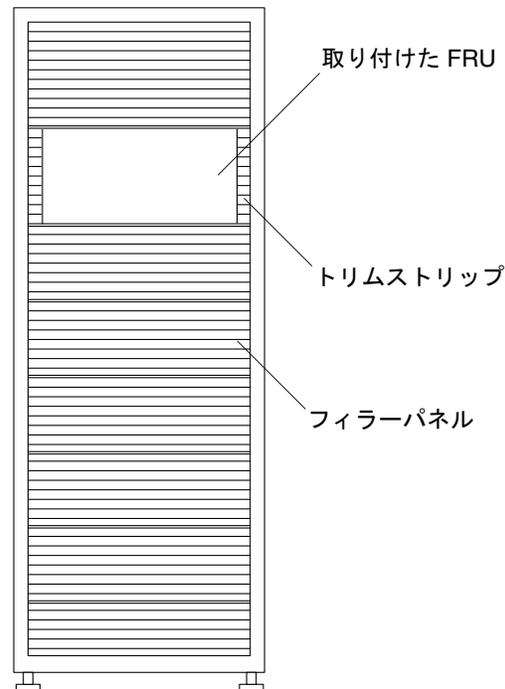

図 6-5 フィラーパネルおよびトリムストリップの位置
5. FRU を取り付ける位置を覆っているフィラーパネルを取り外します (図 6-5)。
9. トリムストリップを取り付けます (図 6-5)。
2. FRU の横のトリムストリップを取り外します (図 6-5)。
5. FRU を再び取り付けない場合は、元の位置にフィラーパネルを取り付けてください (図 6-5)。